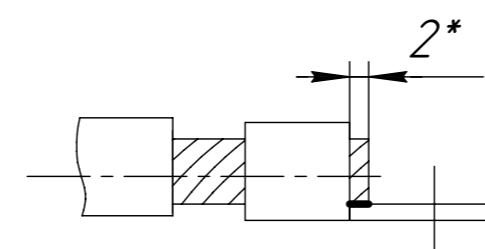

Рис.6
12. Надеть трубки изоляционные поз.12 на выводы начала обмотки II (H2) и конца обмотки III (K3), сдвинуть их согласно рис.6. Паять клеммы поз.7 к выводам припоем ПОС-61 ГОСТ 21931-76.
13. Надеть трубки изоляционные поз.13, поз.14 на выводы конца обмотки II (K2) и начала обмотки III (H3), сдвинуть их согласно рис.6. Паять клеммы поз.9 к выводам конца обмотки II (K2) и начала обмотки III (H3) припоем ПОС-61 ГОСТ 21931-76.